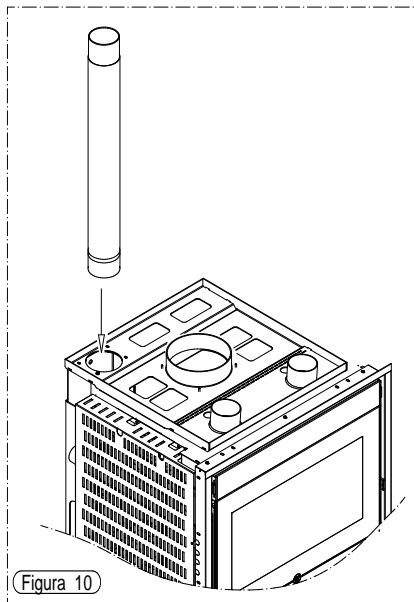
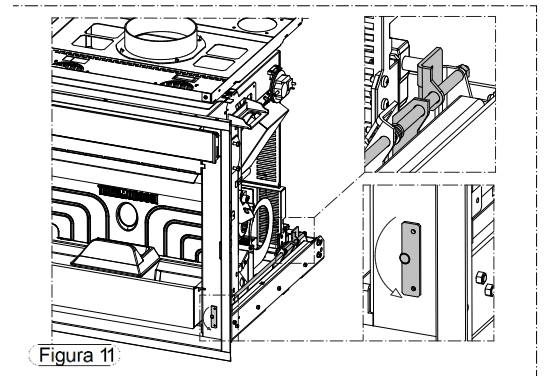

Figura 10
Figura 11
- Procedere a collegare la canna fumaria all'inserto stesso (Figura 10). E' necessario predisporre un'apertura sul lato sinistro della cappa del camino per poter eseguire quest'operazione e per poter pulire il "T" dell'inserto stesso: la mancanza di detta apertura fa decadere immediatamente la garanzia. Ruotare infine di 90 gradi in senso anti orario il blocco anti estrazione (Figura 11).